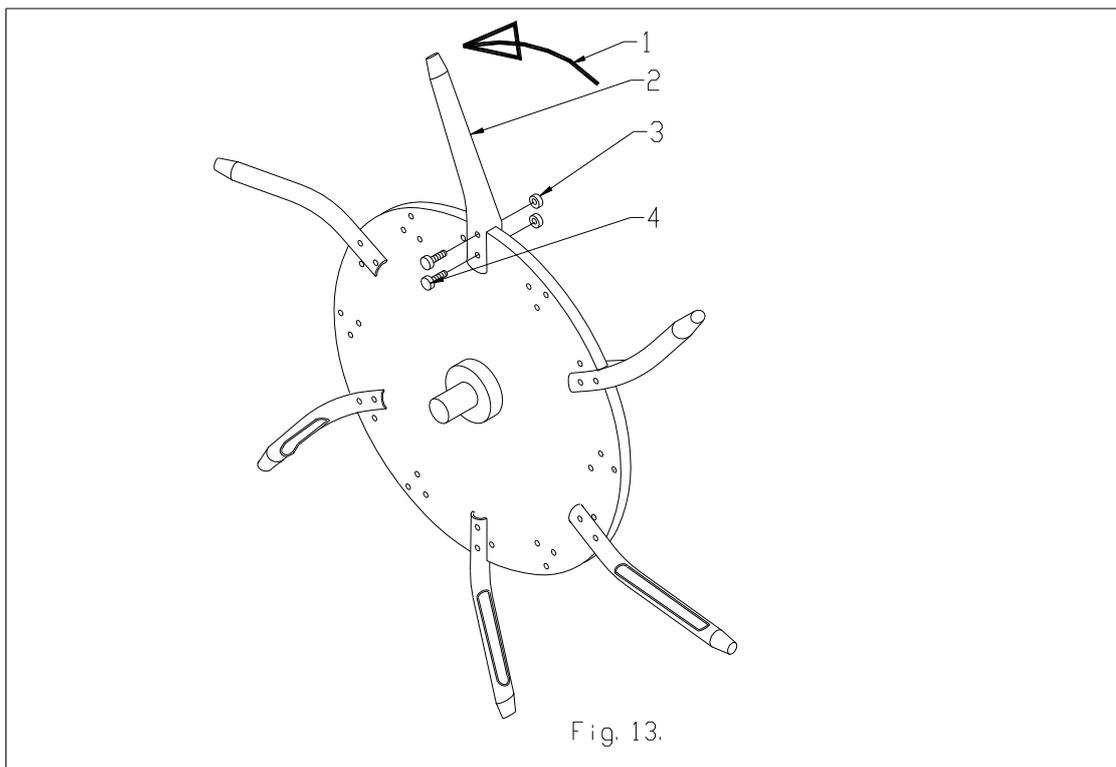

Fig. 13.
11.4 KIT DI DENTI CAVI (si veda la fig. 13.).
Montare i denti come indicato nella fig. 13. Ripartirli intorno ai dischi. Se si vogliono usare 12 denti per disco, ordinare semplicemente un altro kit n. 213.120.014.